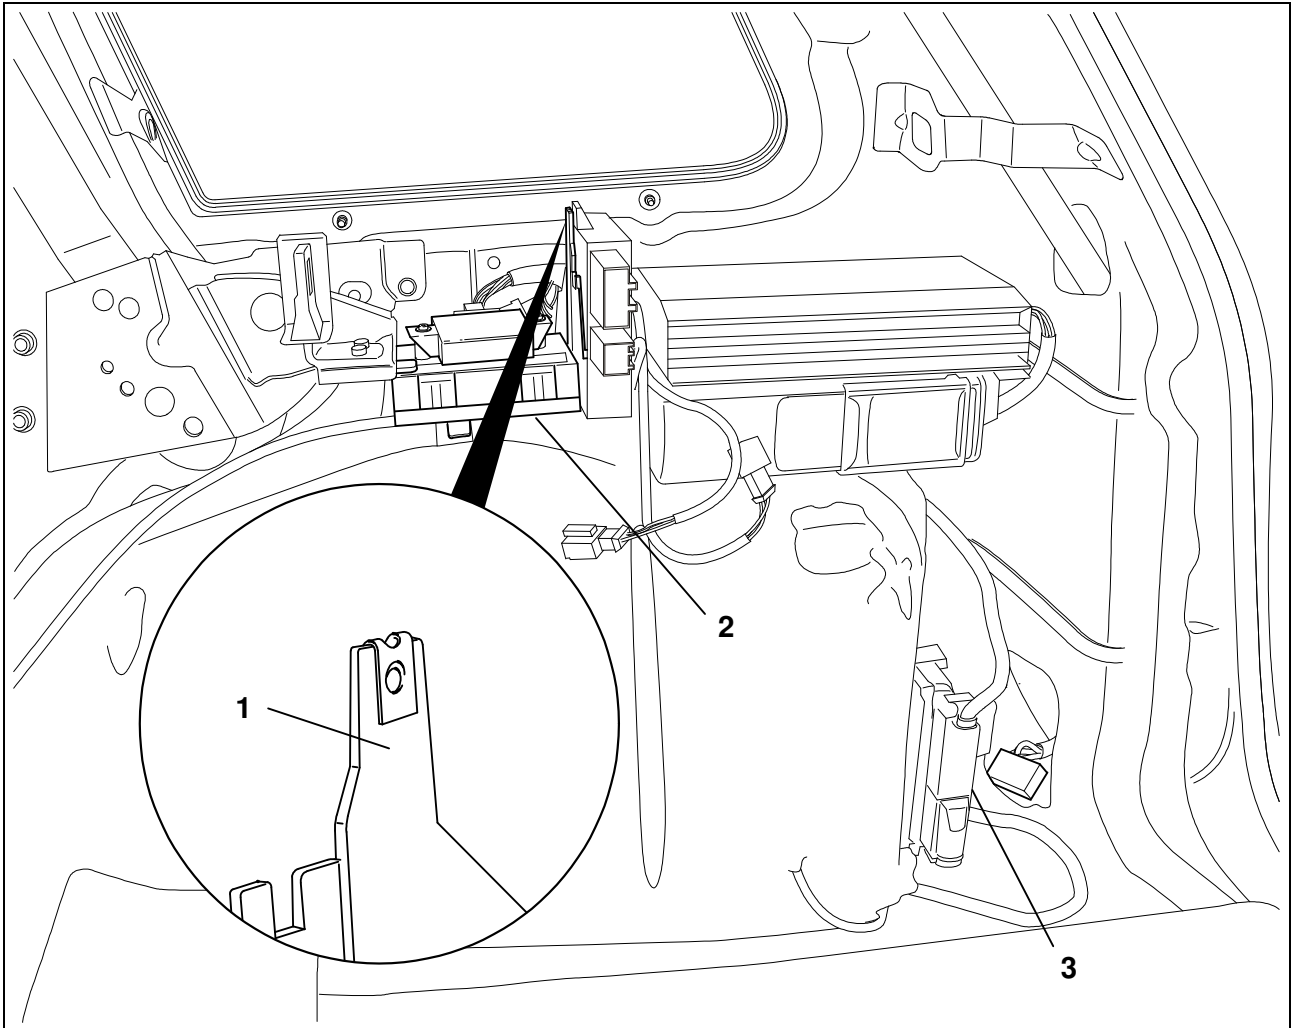

Abb. 3: Anhängersteuermodul anschließen
Bei Fahrzeugen, die mit der elektrischen Vorrüstung einer AHV ausgestattet sind, befindet sich der unter Punkt 11 beschriebene 12-polige rote Stecker zum Anschluss des Anhängeranschlussgeräts bereits im Bereich des Steuergerätehalters (Abb. 3/1).
9. Das Anhängersteuermodul mit der Schnappmutter und Sechskantschraube in der rechten Ecke des Kofferraums am Geräteträger (Abb. 3/1) befestigen.
12. Die braunen Leitungen mit den zwei Ringösen am fahrzeugseitigen Massepunkt hinten rechts im Bereich der Koppelstelle anschrauben (Abb. 3/3).
13. Die Befestigungsschraube unten am Geräteträger für das fahrzeugseitige Hecksteuergerät 7L0 959 933A (Abb. 3/2) lösen und Geräteträger vorsichtig vorziehen.